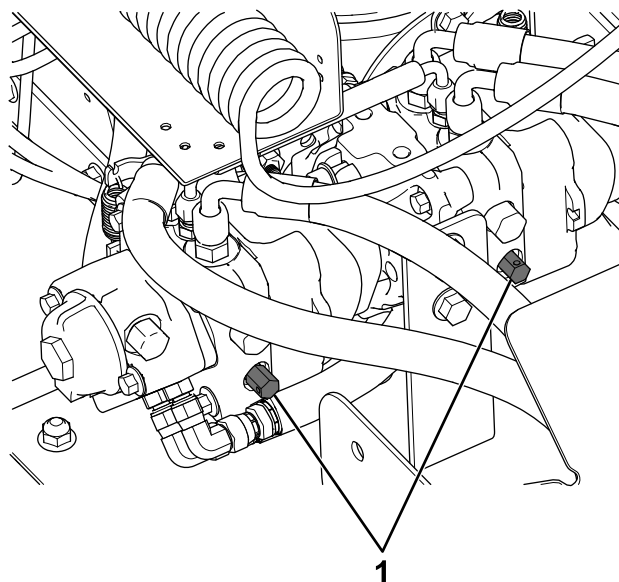

Bild 27
- Öffnen Sie die Sicherheitsventile an der hydraulischen Pumpe, indem Sie sie um eineinhalb Umdrehungen gegen den Uhrzeigersinn drehen (Bild 27).